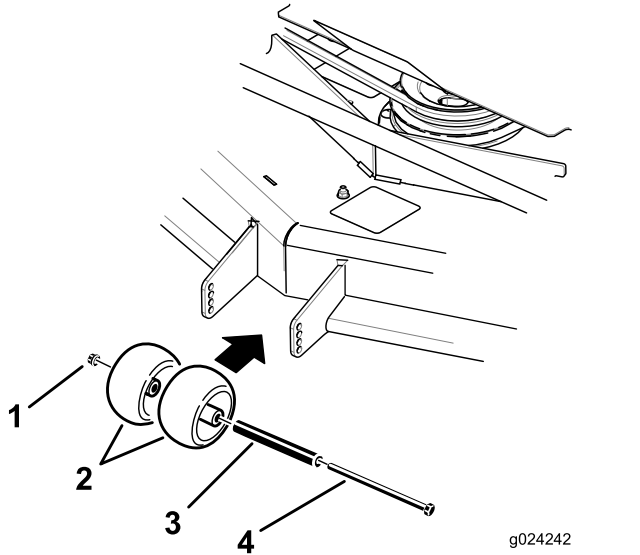
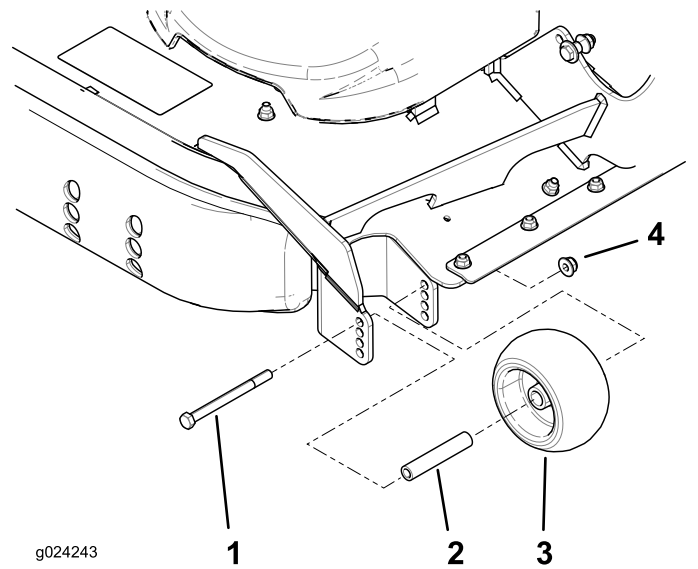

Figure 33
Figure 34
3. Réglez les galets anti-scalp comme montré à la Figure 33 et la Figure 34.